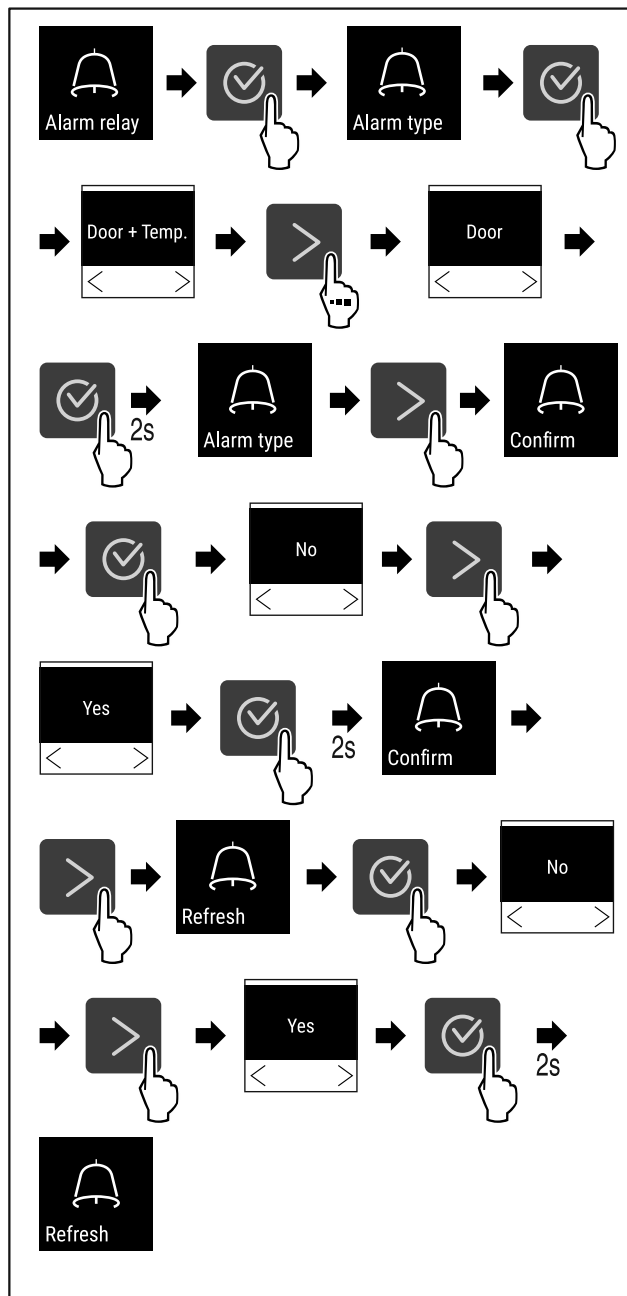

Fig. 109
- ▶ Udfør handlingstrinene (se Fig. 109).